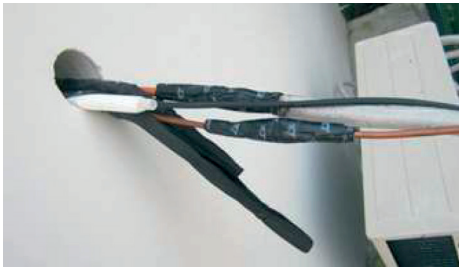

Fig. 4.12
8. Enveloppez les raccords rapides avec les garnitures d'insonorisation, tassez les garnitures solides le plus fermement possible dans la Fig.4.12.